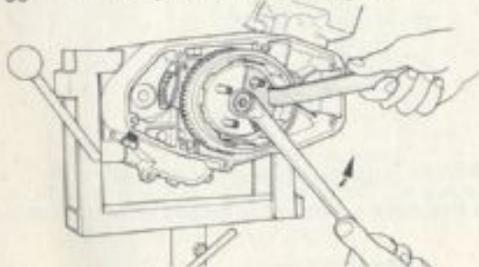

FIG. 14 Rimozione dado
- 14) USANDO la chiave di fermo (cod. 05.0306.0) e una chiave da 17 mm. rimuovere il dado di fissaggio del disco portacolonnnette (fig. 14).